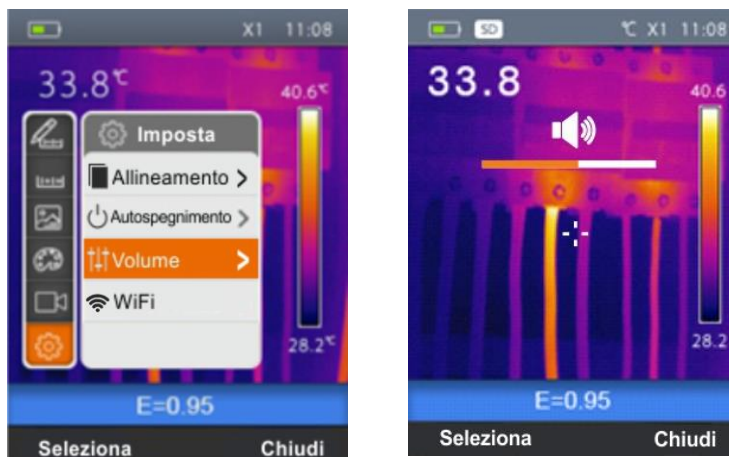

Fig. 15: Impostazione livello volume
1. Selezionare la voce "Volume" con i tasti \oplus o \ominus e premere il tasto . La videata di Fig. 15 – Parte destra è mostrata a display